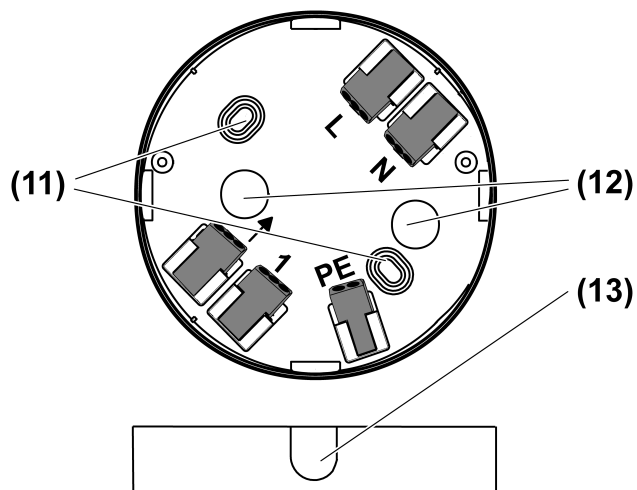

Figura 8: Caja de conexiones
- (11) Orificios de fijación
- (12) Introducción del interruptor, empotrado
- (13) Puntos delgados para una introducción opcional del interruptor
- Quite los puntos delgados correspondientes (13) para una introducción del interruptor sobre revoque o empotrado (véase figura 8).
- Fijar la caja de conexión (1) por los agujeros (11) (véase figura 8).